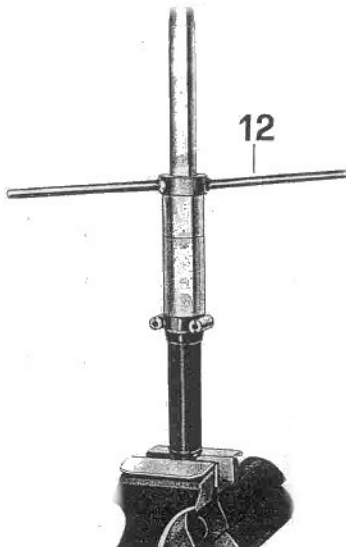

Fig. 84
- il tappo per gambale adoperando chiave speciale a tacche n° 10912600 (12 di fig. 84) e dal tappo: